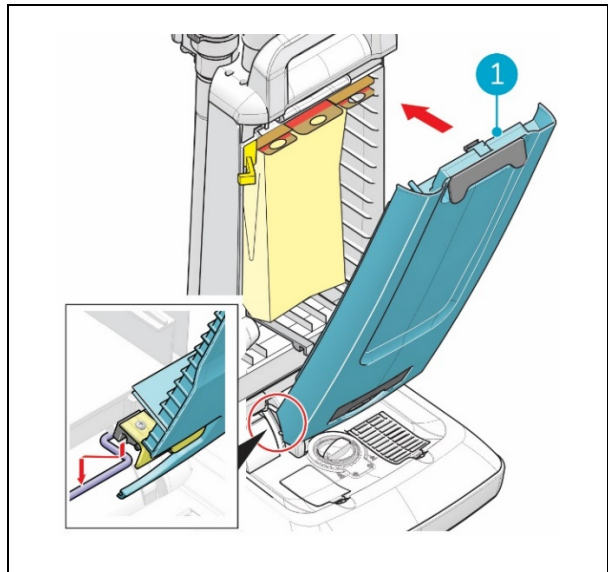

Figure 14
9. Remettez le capot avant (Figure 14, pos. 1) en place et fermez-le. Un clic indique qu'il est verrouillé.